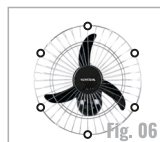

Fig. 06
5º - Posicione a grade dianteira em frente a grade traseira (07), engate as presilhas de segurança (26) na circunferência da grade, fig. 06;